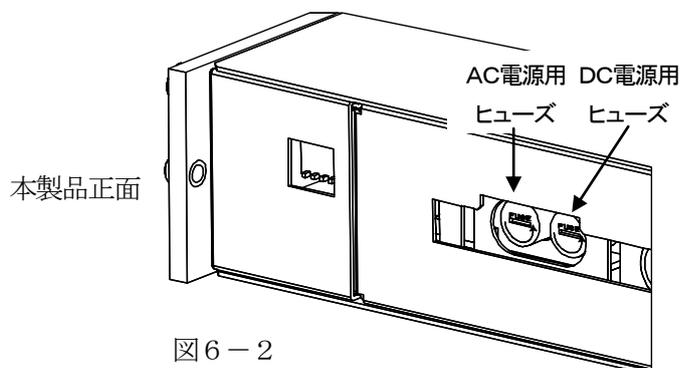

図6-2
2. 図6-2のように、本製品正面を左手方向、底面を手前方向、背面を右手方向に置きます。
7. 図6-2のように、ヒューズホルダが本製品内部に完全に収まっていることを確認してください。また、図6-3のようにヒューズホルダのマイナス部分(ドライバ差込箇所)が本体と平行の位置になっていることを確認してください。